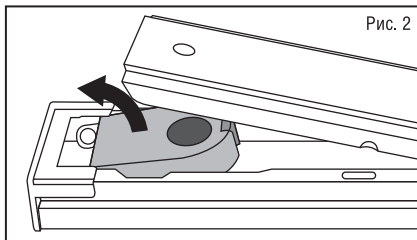

Рис. 2
- Вставьте ламподержатели в пазы (Рис. 2).